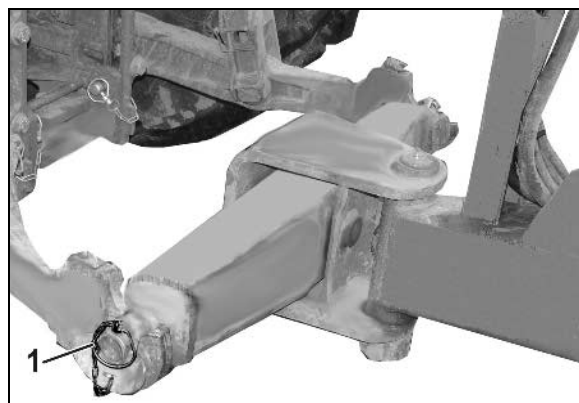

Fig. 44
2. Bloquez chaque axe de bras inférieur à l'aide d'une goupille d'arrêt (Fig. 44/1) pour éviter qu'il ne se retire de manière accidentelle.